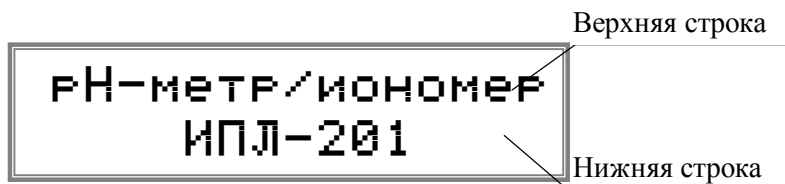

Рис.3. Вид индикатора.
3.1.3. Индикатор (рис.3) расположен слева на лицевой панели прибора и предназначен для вывода информации оператору. Индикатор представляет собой жидкокристаллический алфавитно-цифровой дисплей с подсветкой.